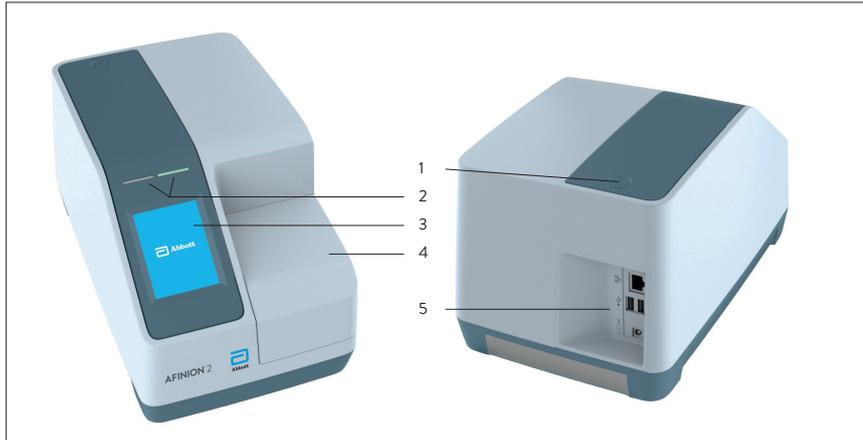

Figura 1
A Figura 1 mostra as partes exteriores principais do analisador Afinion 2.
-  Ligue o analisador premindo o botão ON/OFF (Figura 1). Será iniciado um procedimento de arranque automático. Aguarde por favor. Não abra a tampa manualmente.
Desligue o analisador premindo o botão ON/OFF (Figura 1). O analisador deve ser desligado no final de um dia de trabalho.